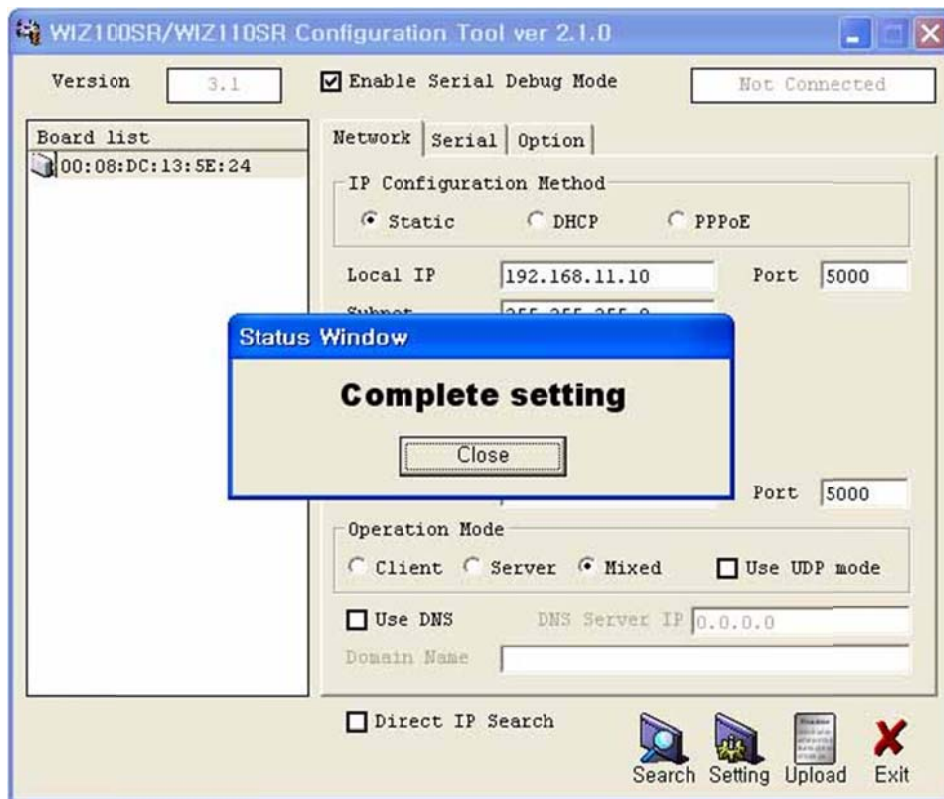

Figure 22. Result Window after Running "Setting"
- ① 테스트보드의 JP4(Mode Switch)가 Normal mode로 되어 있는지 확인합니다. (Config mode로 설정되어 있으면 모듈의 네트워크기능이 불가능하게 되어 Configuration Tool로 설정이 불가하므로 주의하시기 바랍니다.)
- ② 시리얼 케이블을 이용하여 PC와 WIZ100SR 테스트 보드를 연결합니다.
- ③ PC와 WIZ100SR 테스트보드를 이더넷 케이블로 연결합니다.
- ④ WIZ100SR 테스트보드의 전원스위치를 켭니다.
- ① Configuration Tool을 실행하여 Search 버튼을 누르면 보드가 검색됩니다.
- ② board list에서 설정 변경을 원하는 보드를 선택한 후 원하는 값으로 변경하고 Setting 버튼을 누릅니다.
- ③ 설정이 완료되면 (Figure 22)와 같이 설정 완료 메시지가 출력됩니다.